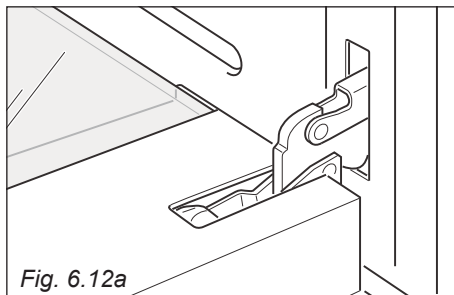

Fig. 6.12a
- Aprire completamente la porta del forno (fig. 6.12a).